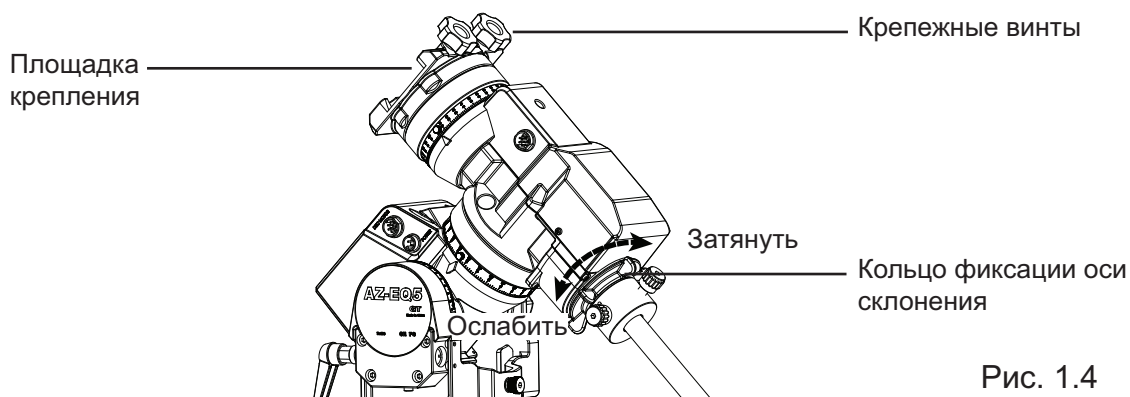

Рис. 1.4
2. Ослабьте кольцо фиксации оси склонения и поверните ось склонения до положения, при котором два фиксатора площадки крепления «ласточкин хвост» направлены вверх, а паз площадки расположен горизонтально (рис. 1.4). Закрепите кольцо фиксации оси склонения.